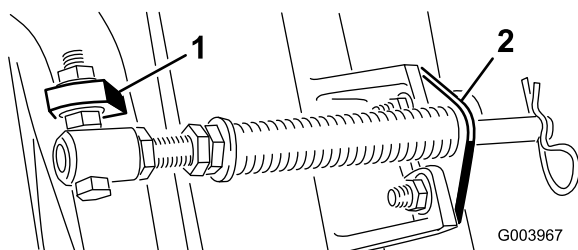
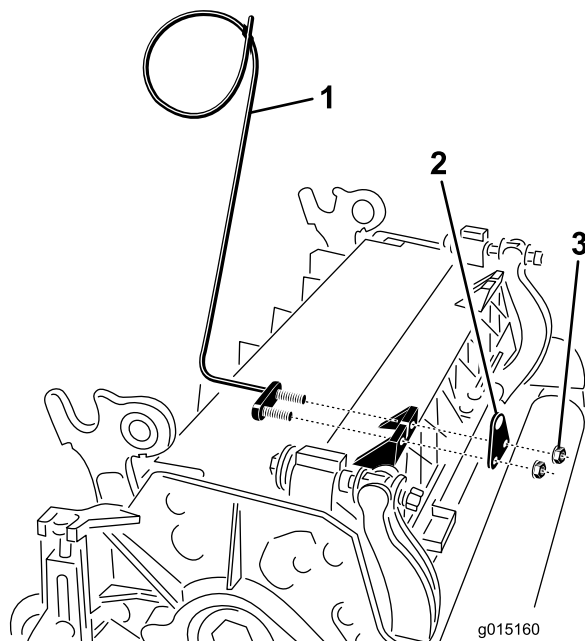

Figura 6
Figura 8
C. Monte el perno del tubo del muelle a la otra pestaña del bastidor de tiro y fíjelo con la tuerca con arandela prensada. La cabeza del perno debe colocarse en el exterior de la pestaña, según se muestra en Figura 6.
- D. Monte el soporte de la varilla en las pestañas de la unidad de corte con los pernos de cuello cuadrado y las tuercas (Figura 6). Asimismo, en la unidad de corte, monte la guía de los manguitos de la izquierda en la parte delantera de las pestañas de la unidad de corte al reinstalar el soporte de la varilla (Figura 8).